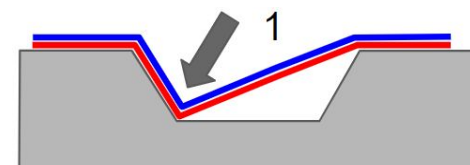

Fig.3
- 3) Premere con le dita nella parte più profonda della corrugazione e assicurarsi di ottenere il 100% del contatto tra la pellicola e la superficie. Riscaldare eventuali aree che non siano ancora entrate in contatto con il substrato e seguire delicatamente la forma con le dita. L'utilizzo di guanti leggermente bagnati facilita il procedimento (mantenere sempre la temperatura tra 35 e 50°C in questa fase). Fig.3